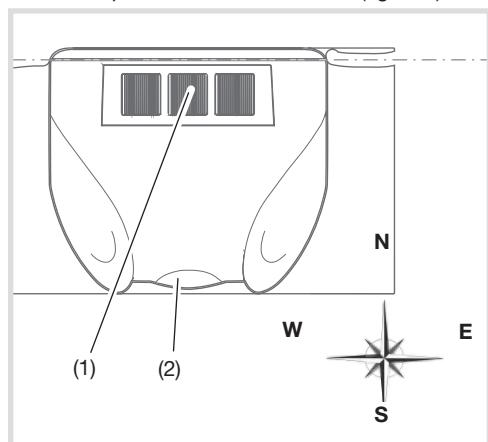

Figura 3: orientamento verso sud in posizione orizzontale
- Orientare il dispositivo verso sud con l'aiuto di una bussola (figura 3).
- Allineare il dispositivo con una livella in modo che sia perfettamente orizzontale (figura 3).